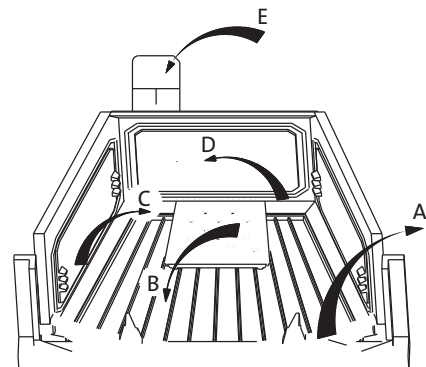

Fig 10
7.2 De luchtkamer vervangen (afb. 10)
7.3 De keerplaat vervangen (afb. 10)